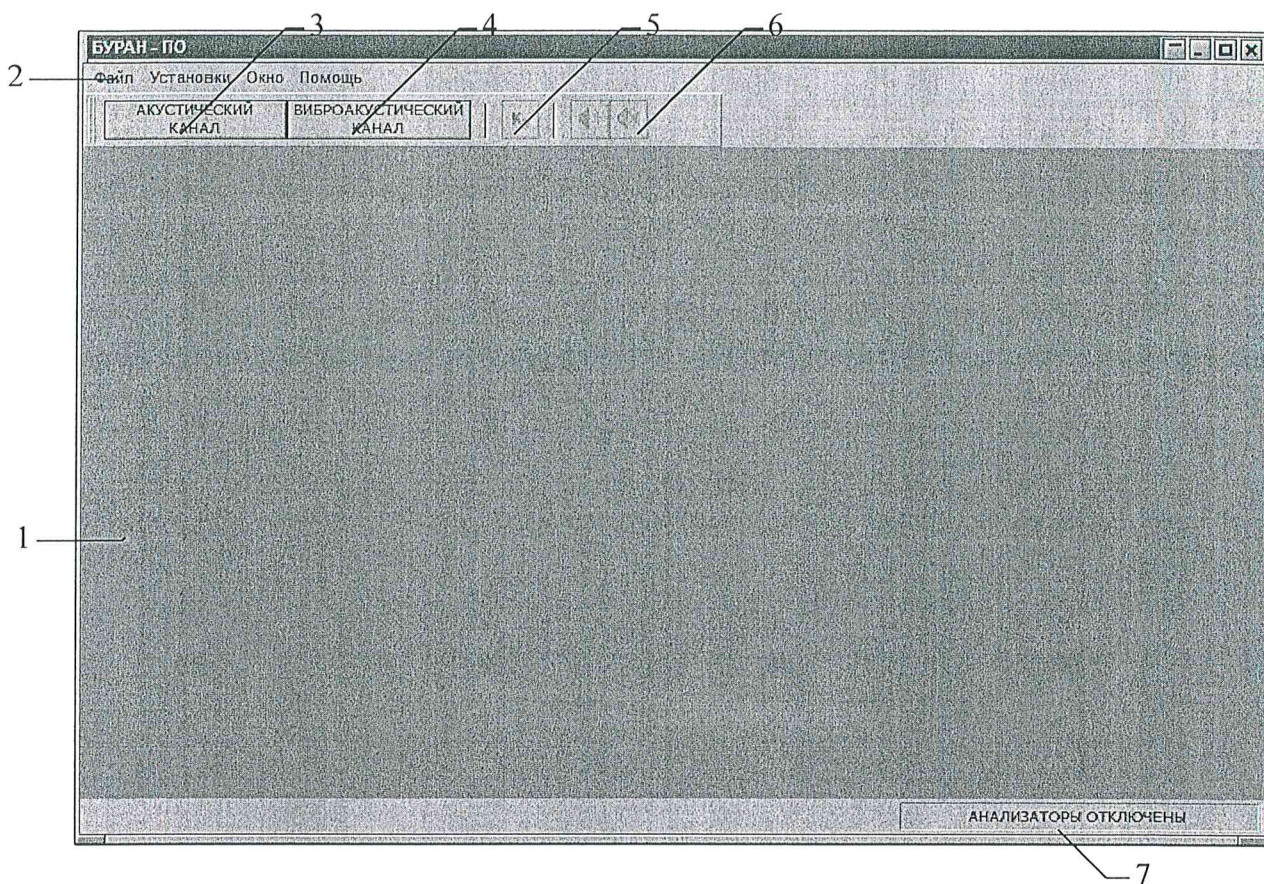
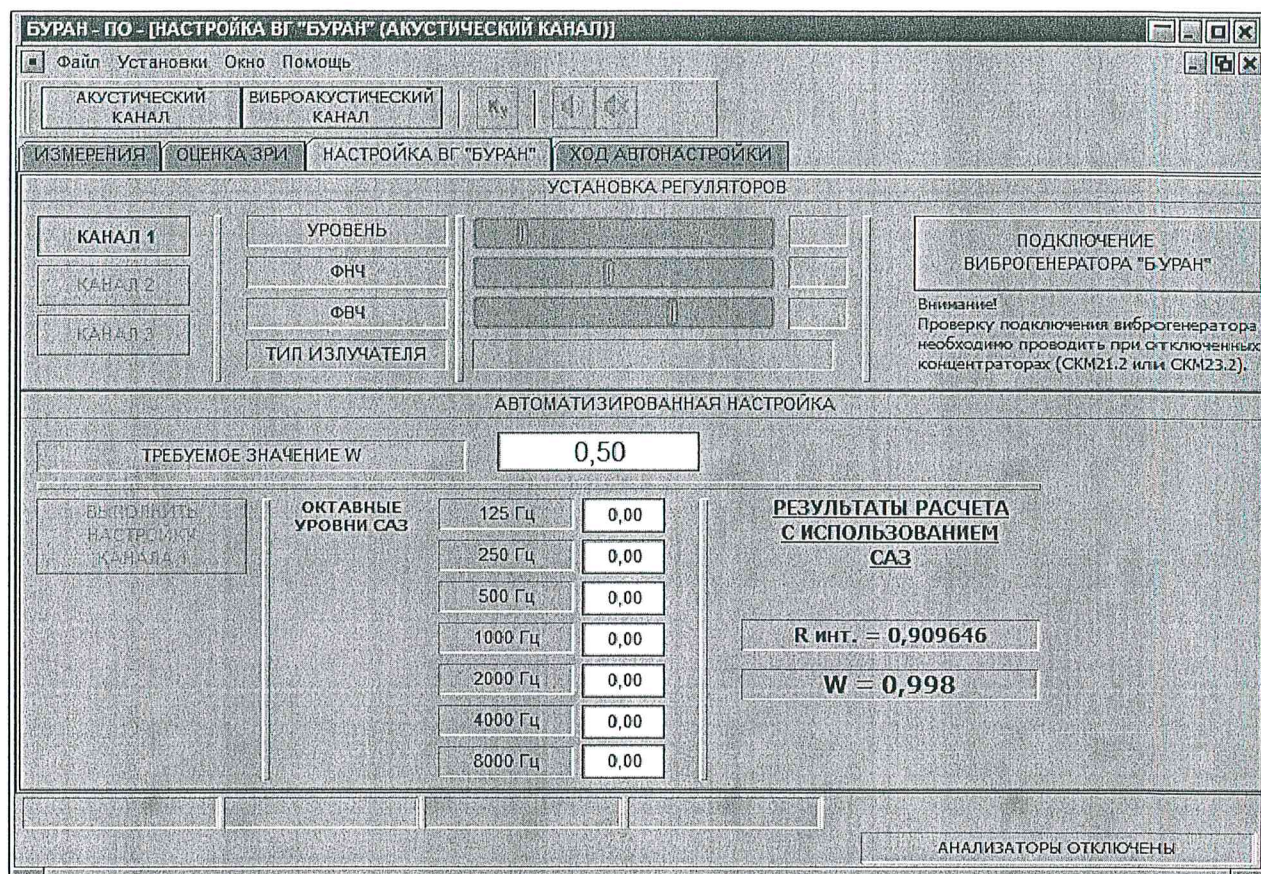

Рисунок 25 - Общий вид главной экранной формы «БУРАН-ПО»
Рисунок 29 – Общий вид экранной формы «АКУСТИЧЕСКИЙ КАНАЛ» с вкладкой «НАСТРОЙКА ВГ «БУРАН»
7.13.5 Запуск программы «БУРАН-ПО» производится выбором в перечне программ ОС «Windows» управляющей программы «Buran_PO.exe» или выбором «иконки» быстрого старта «БУРАН-ПО» на «рабочем столе» ПЭВМ. При запуске программы необходимо проследить, чтобы модуль «БУРАН-РК» был подключен к специальному разъему изделия «БУРАН» в соответствии с 7.4.3 настоящего руководства, а модуль МДУ-2 - к USB порту управляющей ПЭВМ, при этом анализатор СКМ-23.2 (СКМ-21.2) должен быть отключен от управляющей ПЭВМ. После «запуска» программы на монитор «выводится» главная экранная форма «БУРАН-ПО». Общий вид данной экранной формы приведен на рис. 25, а назначение элементов управления и индикации приведено в табл.1.
7.13.6 Кнопка «АКУСТИЧЕСКИЙ КАНАЛ» (поз. 3 на рис. 25) позволяет произвести запуск модуля настройки изделия БУРАН по акустическому каналу утечки речевой информации, при этом на монитор ПЭВМ «выводится» экранная форма, вид которой приведен на рис. 29.